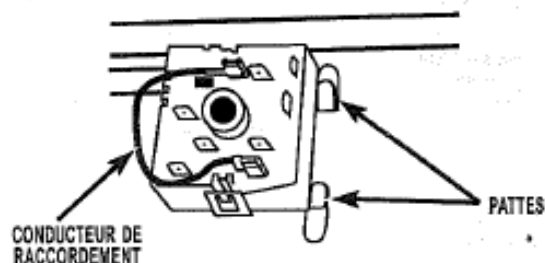

FIGURE 1
If your switch is mounted to the console using a locknut, the console may have two tabs that interfere with switch mounting. Bend the tabs away from the switch until the switch seats flush on the console. Keep tabs snug against switch body to prevent switch from turning. Mount switch to console with locknut. See Figure 1.
4. Use jumper wire included to connect terminals P1 and S1 on the new switch. Use insulated terminal on S1 and connect other end of jumper to P1 terminal toward the center of the switch. See Figure 1.
Si le rhéostat de réglage est monté sur la console à l'aide d'un écrou de blocage, la console peut comporter deux pattes qui entraveraient le montage du nouveau rhéostat. Déformer les pattes pour les écarter du rhéostat, pour pouvoir placer le corps du rhéostat en affleurement avec la console. Placer les pattes au contact du corps du rhéostat pour l'empêcher de tourner. Fixer le rhéostat sur la console avec l'écrou de blocage. Voir la figure 1.
4. Utiliser le conducteur de raccordement inclus pour raccorder les bornes P1 et S1 du nouveau rhéostat. Brancher la cosse isolée sur la broche S1, et connecter l'autre extrémité du conducteur de raccordement sur la broche P1 vers le centre du rhéostat. Voir la figure 1.